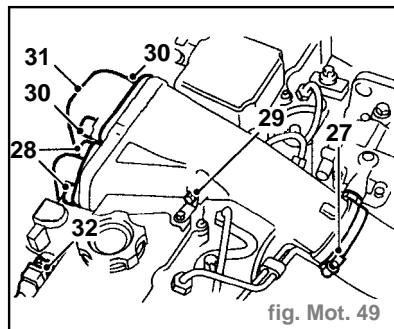

fig. Mot. 49
- Desserrer le collier (24) et débrancher la durite supérieure de refroidisseur intermédiaire du tuyau du turbocompresseur.
- Enlever 2 boulons (25) maintenant le tuyau de turbocompresseur sur la culasse et le support de levage du moteur.
- Desserrer le collier (26) maintenant le tuyau sur le turbocompresseur et déposer le tuyau du turbocompresseur.
- Desserrer le collier (27) et débrancher la durite inférieure de refroidisseur intermédiaire du tuyau d'admission de collecteur d'admission (fig. Mot. 49).